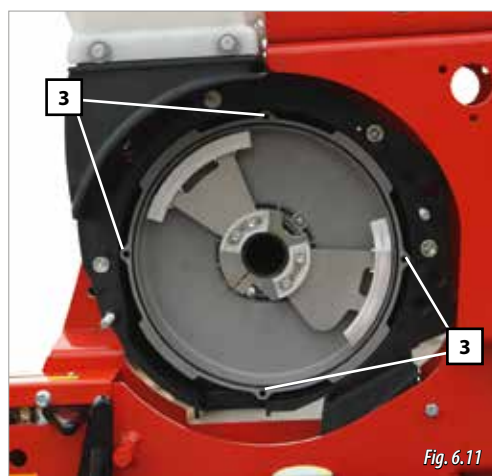

Fig. 6.11
- 3- Discul este fixat în mod magnetic. Prindeți discul cu ambele mâini și trageți de el pentru a-l scoate. Odată scos discul pentru semințe, se poate vedea clopotul de golire al repartizorului (Fig. 6.11).
IMPORTANT: îmbinați țepii discului cu găurile clopotului de golire al repartizorului. (3, Fig. 6.11).